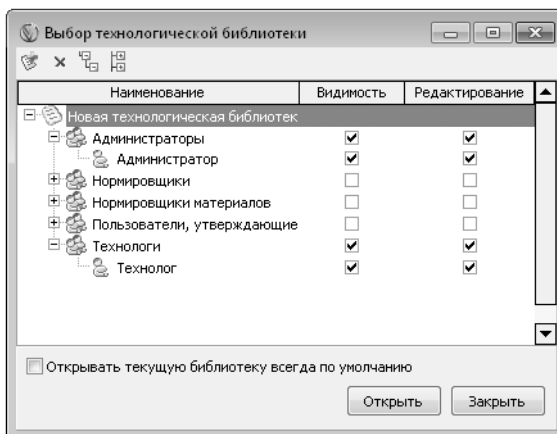

Рис. 4.2.
11. Нажмите на панели инструментов кнопку **Библиотека пользователя**. После этого откроется дополнительное окно **Выбор технологической библиотеки**. Нажмите кнопку **Создать библиотеку** на панели инструментов окна (рис. 4.2).